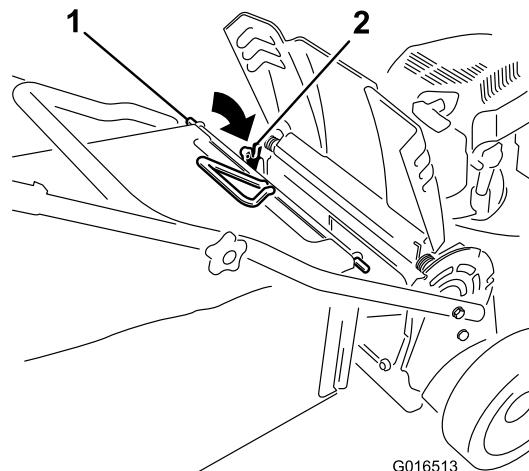

Figura 27
- 3. Installate l'asta del cesto nelle tacche alla base della maniglia e spostate il cesto avanti e indietro per accettare che l'asta sia posizionata a fondo in entrambe le tacche; vedere **Figura 27**.